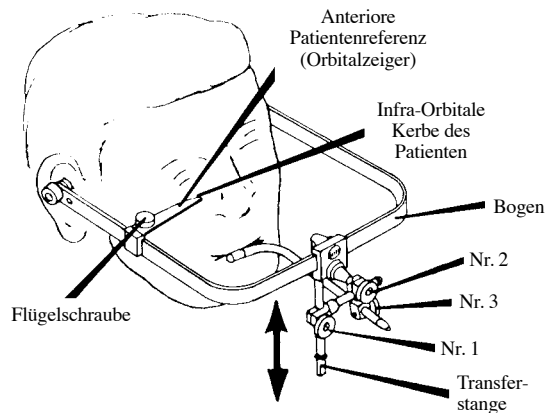

Abbildung 10
- Die federgelagerte Flügelschraube, mit der die anteriore Patientenreferenz befestigt ist, etwas lockern (siehe Abbildung 10). Diese Referenz (Orbitalzeiger) vorsichtig rotieren, bis sie sich nahe der infra-orbitalen Kerbe des Patienten befindet.